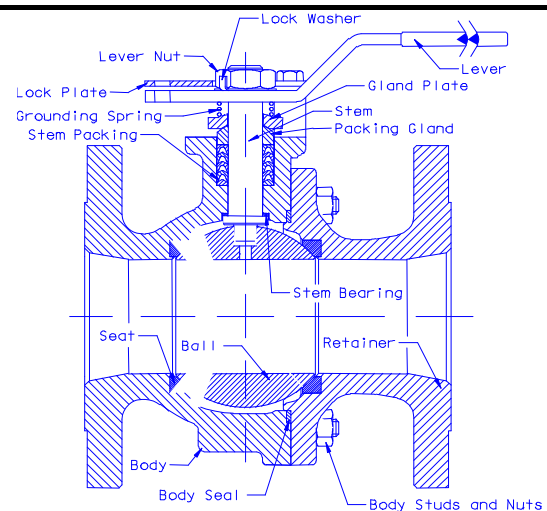

Figura 1: Conjunto Típico da Válvula de Orifício de passagem normal
- **Só válvulas de orifício de passagem normal e do tamanho do tubo.** Inserir a sede do retentor e colocar o retentor no corpo da válvula. Os parafusos da falange ANSI estão sempre por cima das linhas de centros da válvula. Consultar a Figura 1. Colocar no lugar, sem apertar, as porcas de fixação do corpo da válvula.